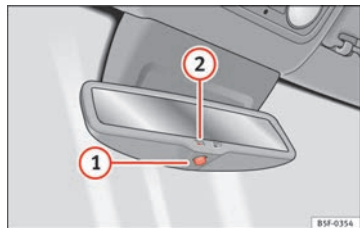

Fig. 78 Retrovisor interior con ajuste automático* para posición antideslumbrante.
- Pulse la tecla ⇒ fig. 78 ①. Se iluminará el testigo ②. Con la incidencia de la luz, el retrovisor interior se oscurece (p. ej., luz de faros desde atrás).